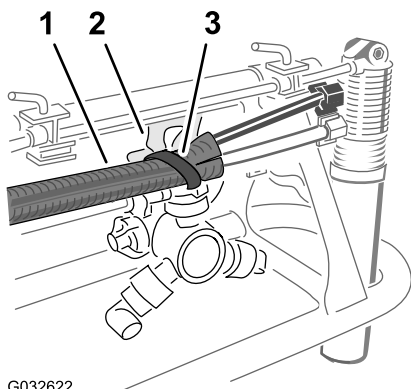

Figura 25
5. Fissate il gruppo tubi al foro nel supporto dell'ugello con una fascetta per cavi, come illustrato nella Figura 25.